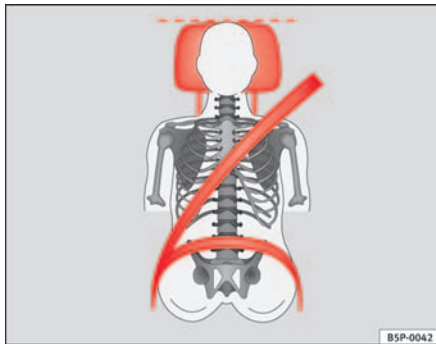
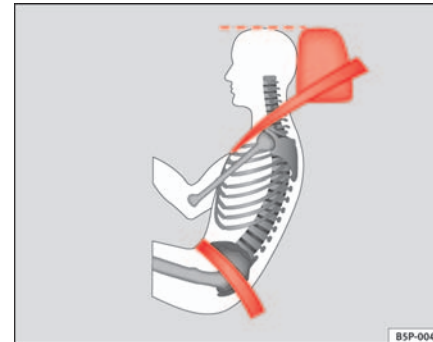

Fig. 69 Visto de frente: apoyacabezas y cinturón ajustados correctamente
Fig. 70 Visto de lado: apoyacabezas y cinturón ajustados correctamente
- Ajuste el apoyacabezas de modo que el borde superior del mismo quede a la misma altura que la parte superior de la cabeza, como mínimo a la altura de los ojos. ⇒ fig. 69 y ⇒ fig. 70.